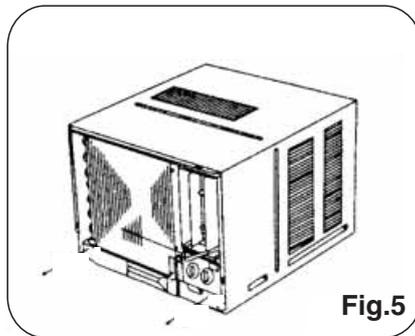

Fig.5
1. Extraiga los tornillos fijados en la carcasa, algunos modelos tienen dos tornillos extra. (Vea fig. 5)
4. Inserte el chasis de la unidad en la carcasa. (vea fig.5)
5. Fije el chasis y la carcasa (vea fig. 5)